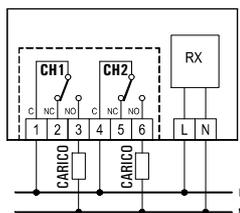

Fig. 7
- 6 Eseguire i collegamenti elettrici seguendo lo schema di collegamento di Fig. 7 o 8 ed il paragrafo "Collegamenti elettrici".